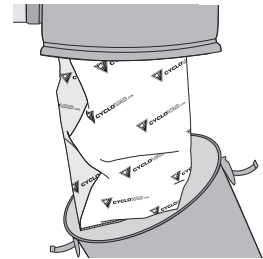

Abbildung 22
1. Um an den Beutel zu kommen, die Befestigungen des Behälters lösen, ihn entnehmen (**Abbildung 22**)